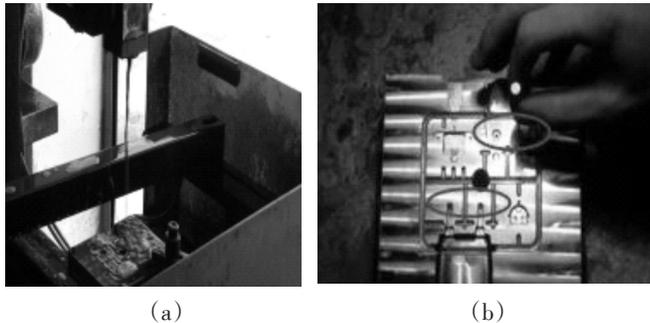

图5 线切割加工
③穿钼丝,由计算机将线切割程序代码传至设备,启动即可进行加工,如图5所示。